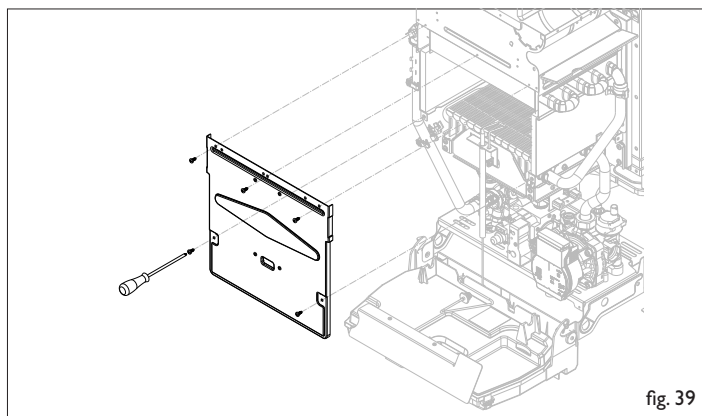

fig. 39
- Rimuovere il coperchio della camera di combustione svitando le 5 viti di fissaggio (fig. 39)